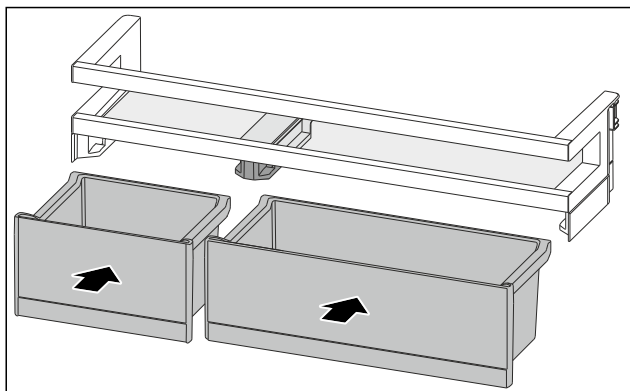

Fig. 83
- Introduceți VarioBox-urile dispuse invers. (vezi Fig. 83)